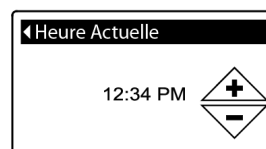

FIG.33
5. Appuyez sur SELECT (O) pour afficher l'écran Heure (Figure 33).